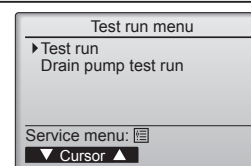

Fig. 7-2
- (2) Vælg "Test run" (testkørsel) fra Test run menu (testkørselsmenu), og tryk på knappen [VÆLG]. (Fig. 7-2)
- (3) Testkørslen starter, og skærmen Test run (testkørsel) vises.